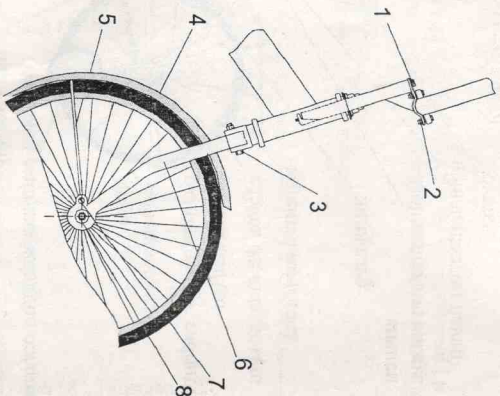

Рис. 2
3.1.1.1 Отверните на 2-3 оборота стяжной болт 1 (рис. 2), установите стержень руля с клином в рулевую колонку, отрегулируйте высоту руля и затяните стяжной болт 1.
3.1.2.1 Выверните болт 3 (рис. 2) крепления шитка 4, установите шиток, совместив отверстие в кронштейне шитка с отверстием в вилке, закрепите сто болтом 3.